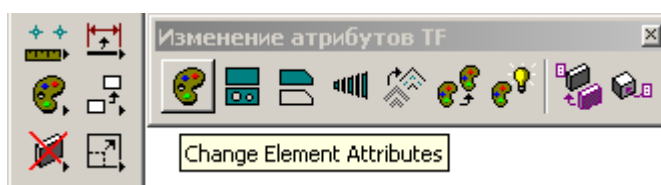

Рисунок 81
- Инструментом *Изменение формы к активным атрибутам* (Рисунок 81) поменять слой выделенных элементов на какой-либо свободный (например, 5).